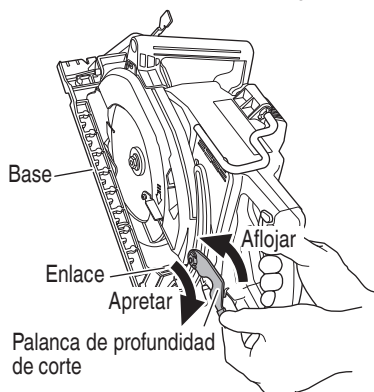
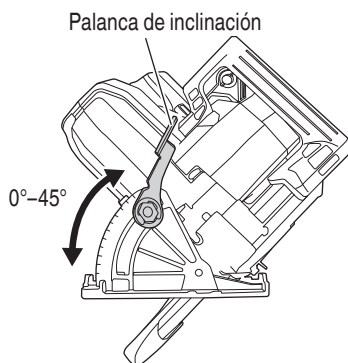

Fig. 21
Fig. 22
7. Verifique si la palanca de profundidad de corte y la palanca de inclinación están apretadas. Si la palanca de profundidad de corte con la que se ajusta la profundidad de corte (Fig. 21) y la palanca de inclinación con la que se ajusta el ángulo de inclinación (Fig. 22) están sueltas, pueden resultar en lesiones físicas. Asegúrese de que estén fijadas de forma segura. Asegúrese de que se encuentren firmemente apretadas.
1. Ajuste de la profundidad de corte (Fig. 21)
Como se muestra en la Fig. 22 aflojando la palanca de inclinación en el calibrador de inclinación y en la tuerca de mariposa, la hoja de la sierra se puede inclinar hasta un ángulo máximo de 45° en relación con la base.
2. Compruebe si la palanca está apretada. Si la palanca de profundidad de corte (Fig. 21) está suelta, podrían producirse lesiones. Asegúrese de que esté fijada de forma segura.